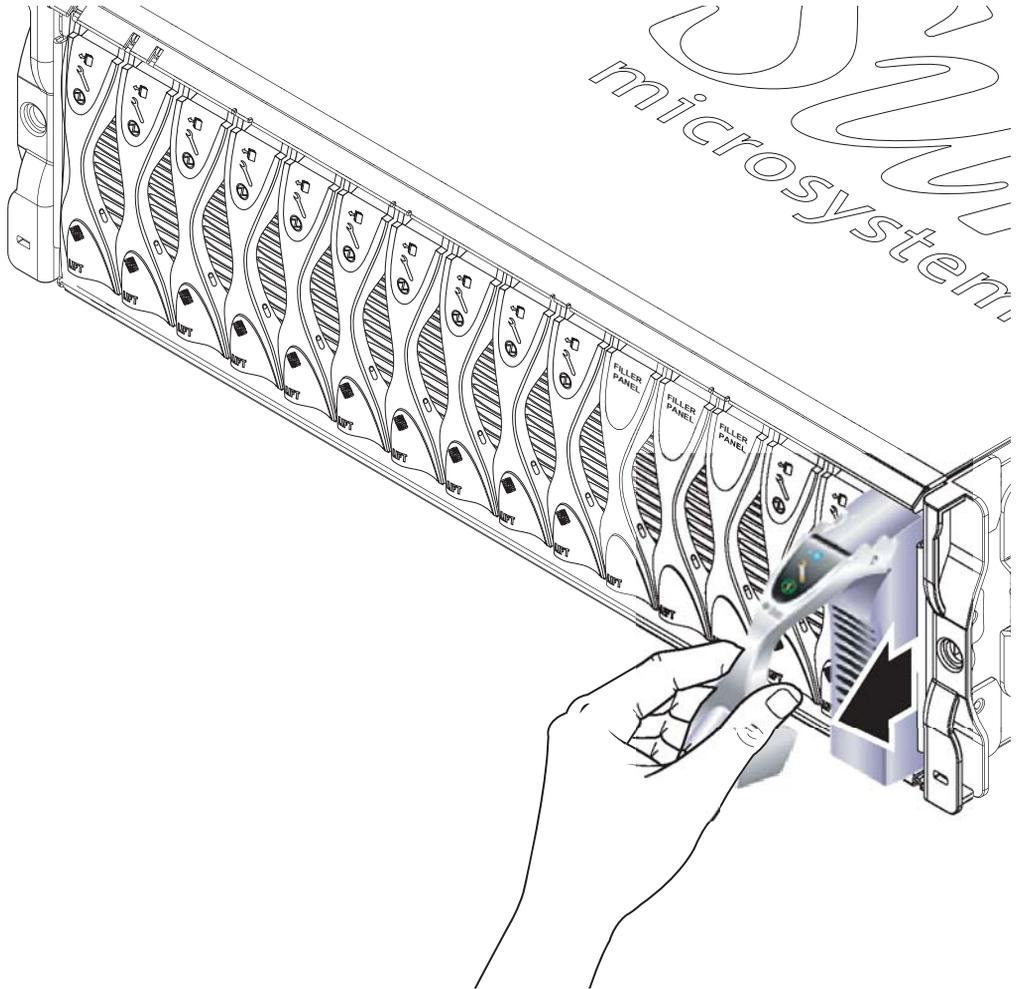

FIGURE 4-2 Éjection de la lame
2. Tirez le levier vers l'avant et le haut afin de débloquer le levier de la lame et de provoquer l'éjection partielle de la lame du châssis (FIGURE 4-2).